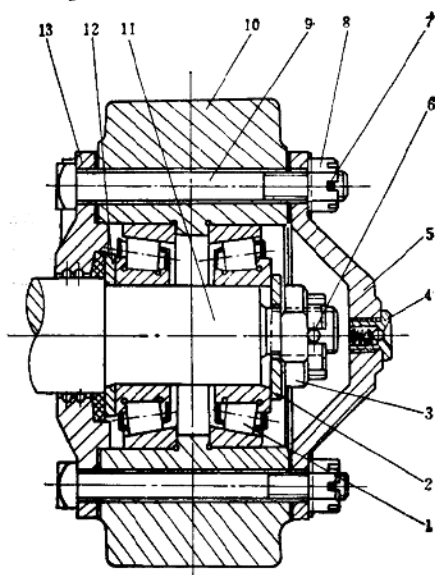

图8-1-16 小车轮
③ 把小车体从牵引链条上拆下，先把小车体与牵引链条连接小车的中间大螺栓拆下，取出垫块、下边板、小车体、导向轮，然后将联接车体的边板拆下。
④ 导向轮与拖动轮的拆法相同。
⑤ 小车体各部的拆法是，首先把小车轮（图8-1-16）端盖的螺栓拆下，拿去外盖，接着用钳子拔下轴端冕形螺母的开口销，退出螺母，取下止动垫，再用拉具把内盖、车轮及轴承一起拉出（如只更换小车轮缘时可不必将内盖拆下）。从车轮轮缘上逐一拆下轴承外圈。